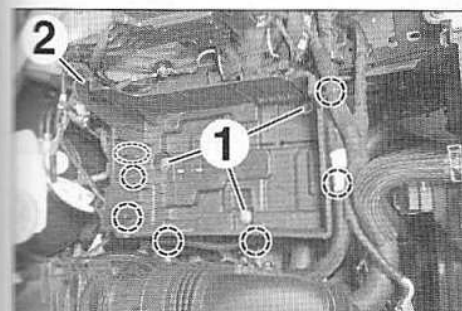

FIG.34
- Dégrafer et écarter les faisceaux attenants au bac à batterie (Fig.34).